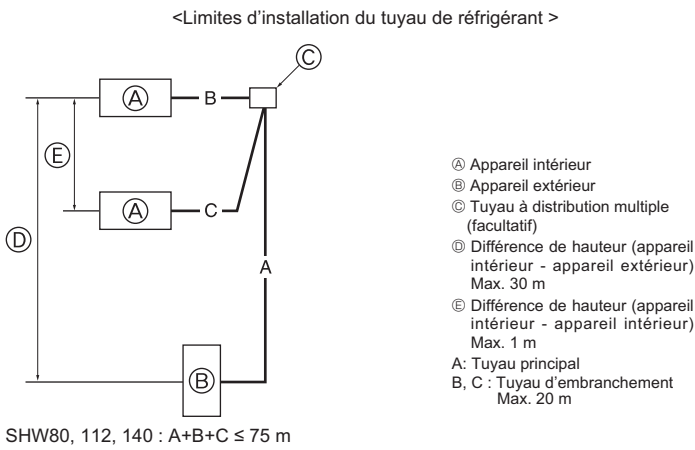

Fig. 4-10
4.8. Pour combinaison double/triple/quadruple (Fig. 4-10)